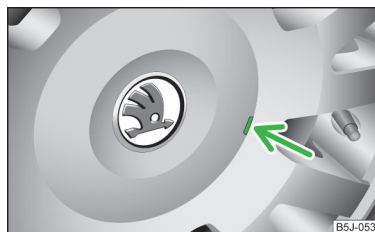

Fig. 137
- Desmonte con cuidado el embellecedor de rueda por medio del estribo de alambre del equipo de herramientas a bordo » fig. 137.